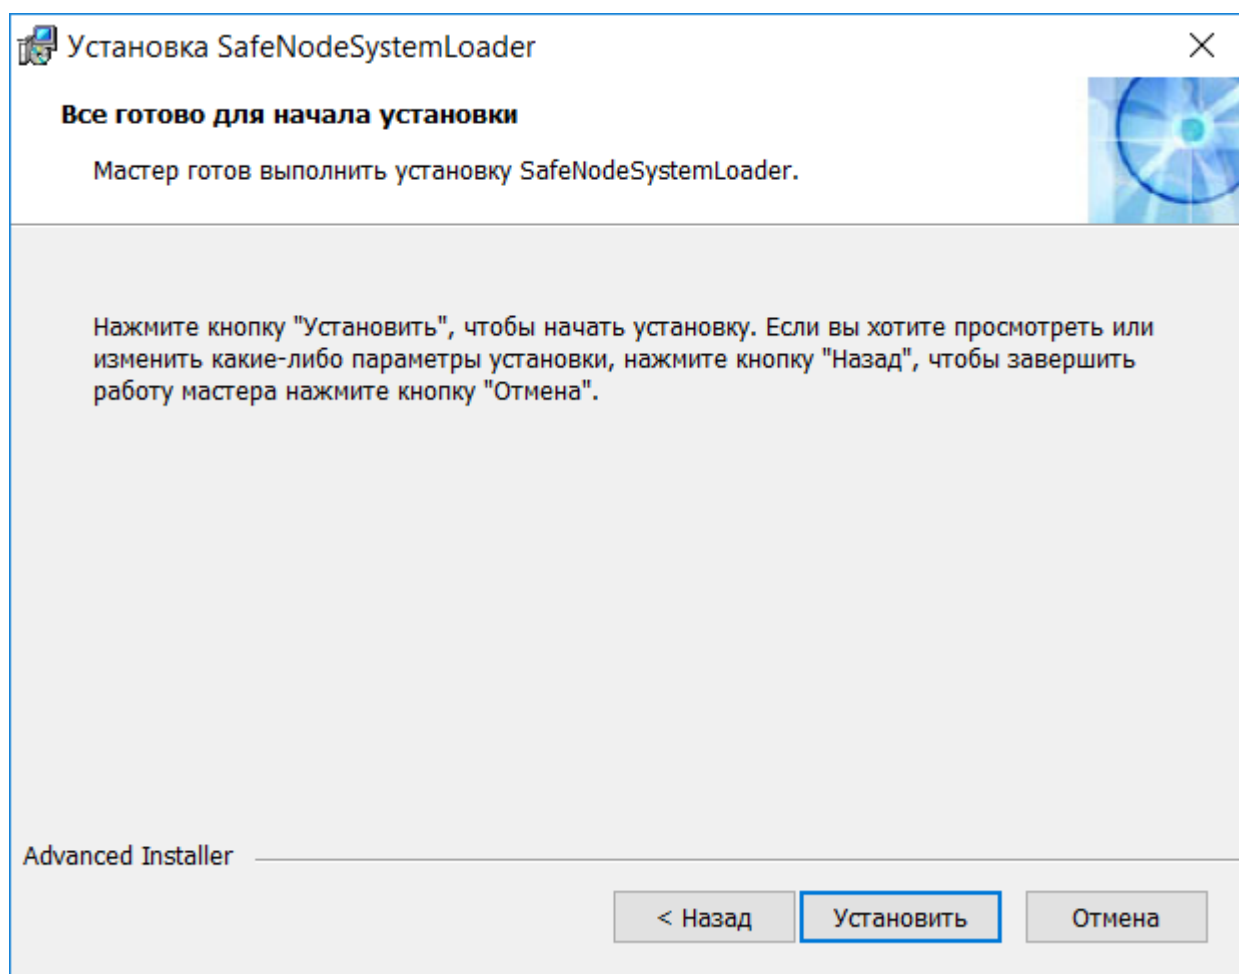

Рисунок 3.4 – Диалоговое окно готовности установки изделия
3.2.5 Все необходимые подготовительные действия для установки изделия завершены. Для начала процесса необходимо нажать кнопку «**Установить**» (рисунок 3.4).